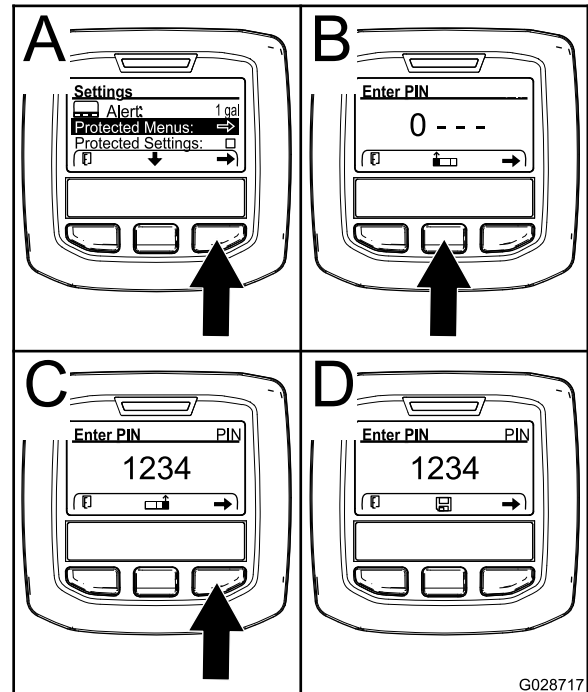

Figura 62
- Carregue no botão de seleção direito para selecionar a opção de menus protegidos (A de Figura 62).
- Carregue no botão de seleção central (B de Figura 62) para aumentar o valor numérico (0 a 9).
- Carregue no botão de seleção direito (C de Figura 62) para mover o cursor para a posição numérica seguinte à direita.
**Nota:** Surge o ícone de guardar acima do botão de seleção central (D de Figura 62).